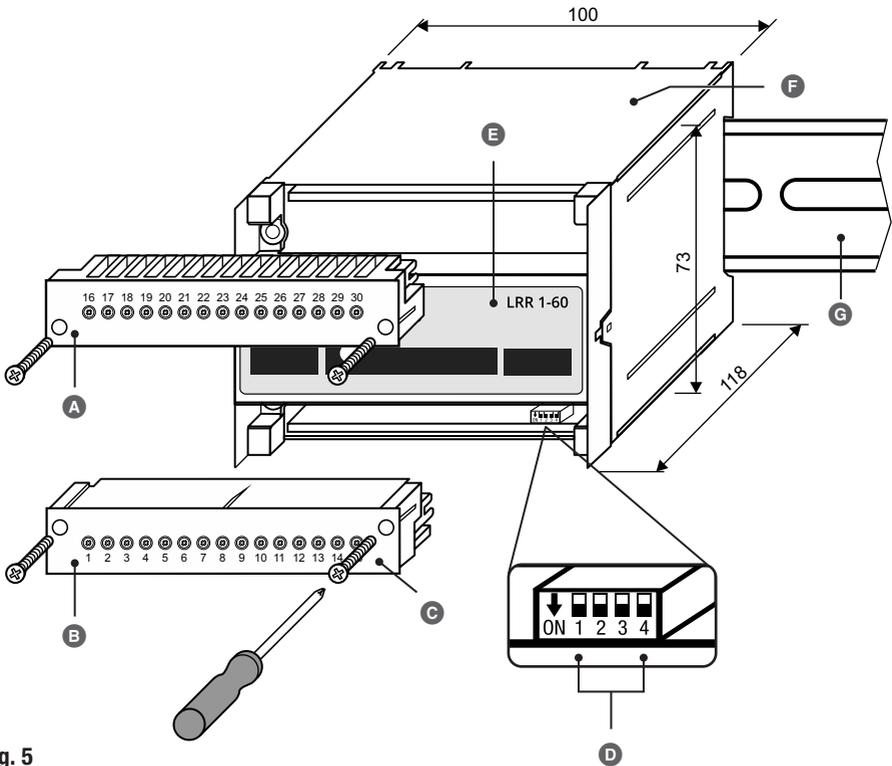

Fig. 5
Si besoin est, vous pouvez modifier à tout moment le débit en bauds et le groupe de régulateurs du régulateur de conductivité LRR 1-60 sur le commutateur code  (voir **Fig. 5**).
2. Dévisser le bornier inférieur et le retirer, voir **Fig. 5**.
3. Effectuer les réglages souhaités sur le commutateur code  (voir **Fig. 5**), voir page 23, **Fig. 8**.
Pour le fonctionnement, vous devez définir le groupe de contrôleurs et la vitesse de transmission pour le contrôleur de conductivité sur le commutateur de code **Ⓧ** Fig. 5. Le raccordement des différentes électrodes de mesure de conductivité et le paramétrage correspondant sur l'appareil de commande et de visualisation URB 60 permettent d'obtenir les fonctions de régulation souhaitées.